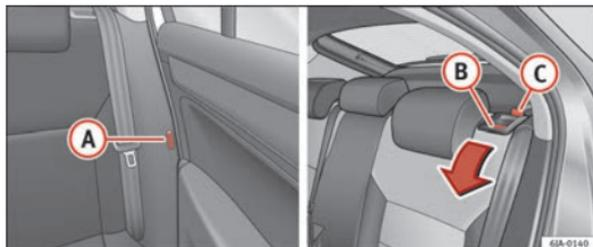

Fig. 73 Déverrouillage du dossier
- Introduisez le pêne de la ceinture de sécurité dans le trou **A** ⇒ fig. 73 situé sur le côté correspondant du véhicule - position de sécurité.